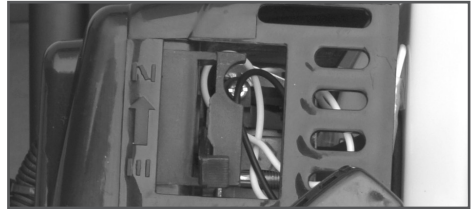

Рис. 6 Рычаг управления воздушной заслонкой
го рычаг управления заслонки переведите в верхнее положение (Рис. 6).
7. После первой вспышки переведите рычаг управления воздушной заслонки в положение «ОТКРЫТО» (Рис. 6). Проверните коленчатый вал двигателя ручным стартером до тех пор, пока не почувствуете сопротивление, затем медленно опустите ручку стартера вниз. Снова медленно потяните за ручку стартера, пока не почувству-